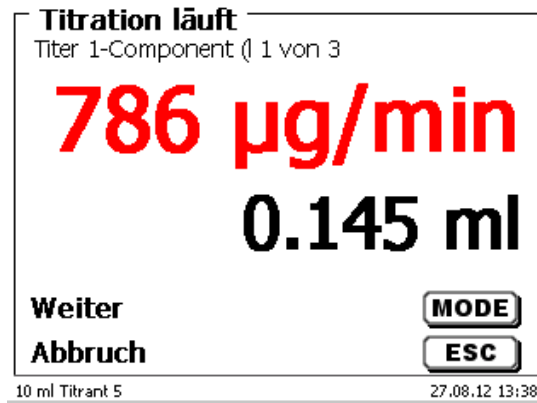

Abb. 52
- der Verbrauch in ml mit der Drift in $\mu\text{g}/\text{min}$ (Abb. 52),